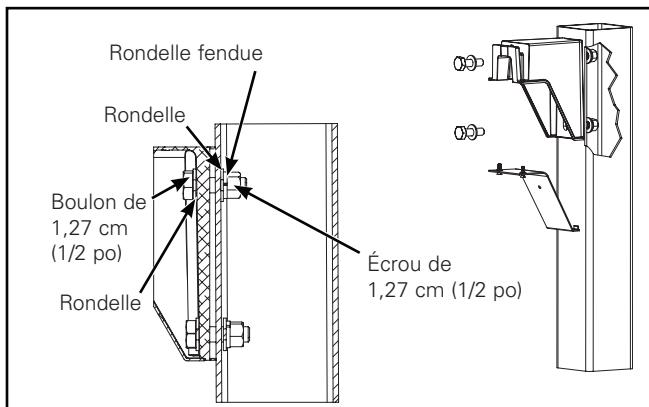

Figure 2.
- Montez le bras sur le poteau carré ou rond à l'aide des boulons longs de 0,6 cm x 4,4 cm (1/2 po x 1 3/4 po) et des écrous fournis, comme illustré. Serrez les boulons à 55 Nm (40 pi-lb). (Figure 2.)